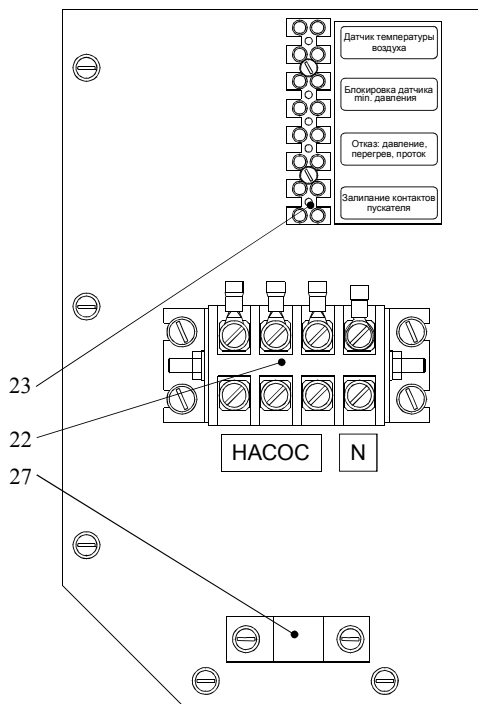

Рис.3 Панель подключения внешних устройств
4.1.5 Панель подключения внешних устройств включает в себя два клеммника. Четырехконтактный клеммник (22 рис.3) для подключения по питанию внешнего трехфазного циркуляционного насоса и ввода в прибор рабочего нуля (цепи управления 220В). Восьмиконтактный клеммник (23 рис.3) для подключения внешних устройств. Кабель насоса закрепляется с помощью скобы (27). Места подключения обозначены с помощью аппликаций.
7.2.6 При подключенном через клеммник "Датчик температуры воздуха" (Рис.3) внешнем датчике температуры воздуха прибор переходит в режим управления по температуре воздуха в помещении, где установлен датчик. Ручка терморегулятора *ТЕМПЕРАТУРА* должна находиться в крайнем правом положении.
4.2.2 Для организации дистанционной индикации отказов прибора на клеммную колодку (23, Рис. 3) выведены сигналы “Отказ: давление, перегрев, проток” и “Залипание контактов пускателя” от соответствующих реле на плате управления. Контакты реле предназначены для работы в цепях переменного и постоянного тока в диапазоне напряжений 0-250В. Допустимый ток коммутации 5А. При аварийной ситуации контакты реле замыкаются.